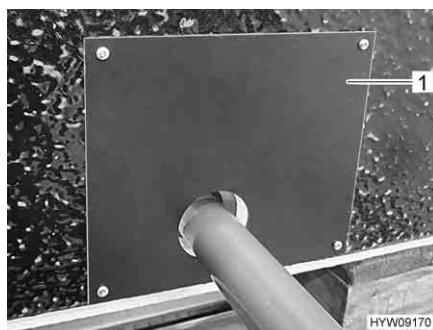

Fig. 158 Copertura (vano del serbatoio delle acque grigie)
- Rimuovere la copertura (Fig. 158,1) del serbatoio delle acque grigie.
- Posizionare la copertura (Fig. 158,1).